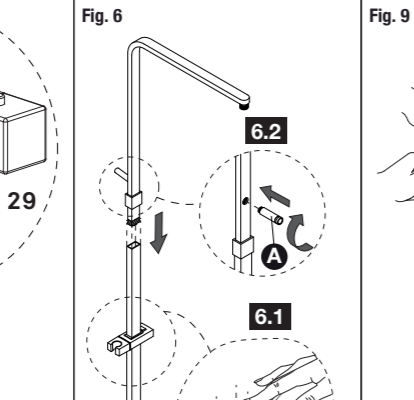

Fig. 6
5) Introducir el soporte de mango de ducha en el tubo inferior de la columna, para ello es necesario pulsar el botón (Fig. 6.1). Roscar el vástago (A) al tubo superior de la columna (Fig. 6.2). Después introducir el tubo superior dentro del inferior (Fig. 6).
5) Put the hand shower support into the lower shower column pipe, it is necessary to push the button (Fig. 6.1). Thread the shower pipe rod (A) to the upper pipe (Fig. 6.2). Then join both column pipes (Fig. 6).